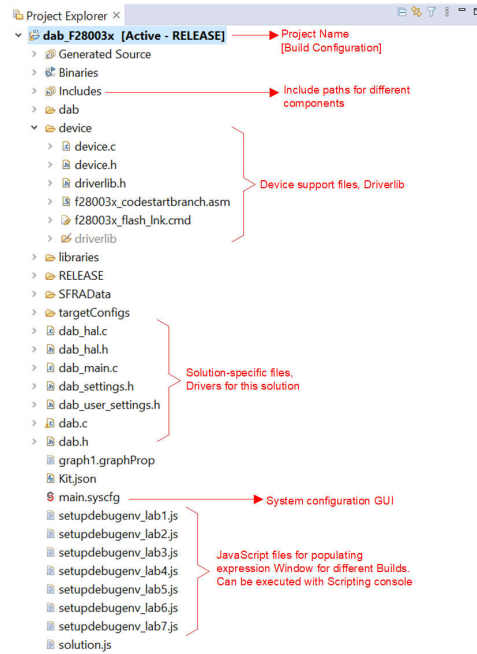

図 4-1. [Project Explorer] ビュー
4. このコードは、F28003x 制御カード向けに設計されています。図 4-1 に、ロードされた [Project Explorer] ビューを示します。[Project Explorer] ウィンドウで main.syscfg を開いて、ラボを選択してコンパイルし、次にデバイスをプログラムします。